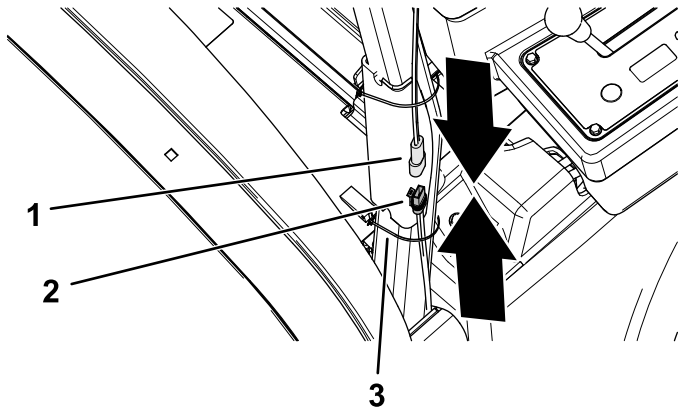

图7
1. 将电源线束的 2 插槽接头插入遮阳篷线束的 2 针接头（图7）。
2. 用扎带将电源线束固定至翻车保护杆（图7）。